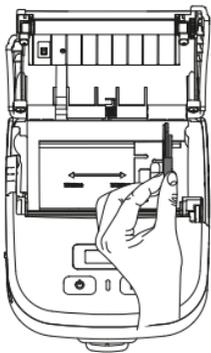

图1
- (1) 根据纸宽调节纸宽大小，捏住纸宽挡板上方向左移动（如图1）